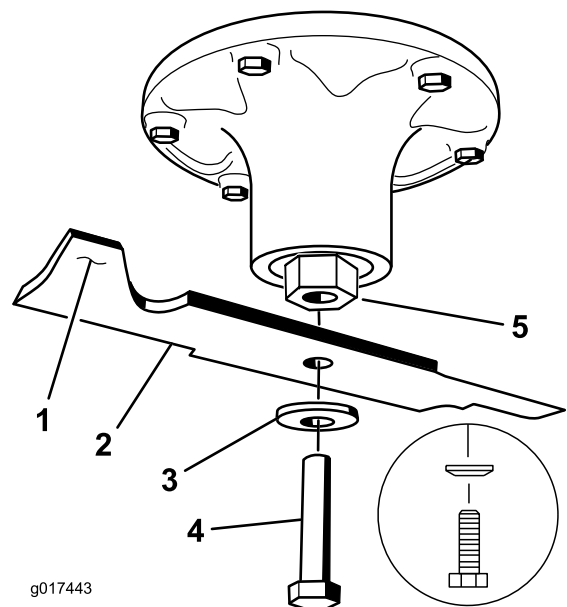

Figure 114
2. Enlevez de l'axe le boulon, la rondelle bombée et la lame (Figure 114).
1. Placez la lame sur l'axe (Figure 114).
2. Montez la rondelle bombée et le boulon de lame (Figure 114).